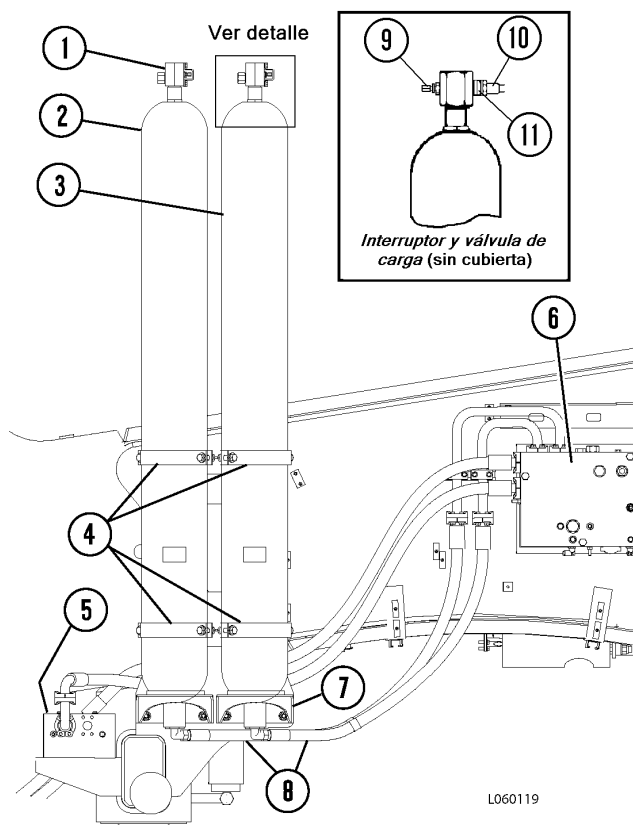

FIGURA 6-17. ACUMULADORES DE DIRECCIÓN
- Desmonte el tapón de purga (12, Figura 6-17) en el conjunto del puerto hidráulico. Utilice una llave para tuercas para desmontar el anillo de fijación (10) del conjunto del puerto hidráulico. Utilice una llave ajustable en las caras planas
- Para evitar torceduras en el vástago de la válvula de vejiga, asegure las caras planas del vástago con una llave adecuada. Desmonte el múltiple de la válvula de gas (14, Figura 6-17) y luego la tuerca (5) mientras sigue sujetando el vástago.
11. Instale la tapa de la válvula de carga (1) y apriétela con los dedos. Instale la cubierta de la válvula de carga y apriete los tornillos a **40 N·m (25 ft lb)**.
12. Instale O-rings nuevos (16, Figura 6-17) en el múltiple de la válvula de gas (14). Sostenga el vástago de la válvula de vejiga con una llave e instale el múltiple (14) firmemente.
13. Mientras sostiene el conjunto del puerto hidráulico (2) por el extremo roscado, inserte el extremo del cabezal móvil en el puerto de líquido de la carcasa y coloque todo el conjunto dentro de la carcasa.
14. Doble el anillo antiextrusión (3) para poder insertarlo en la carcasa. Luego de sacar el anillo de la abertura del puerto de líquido, colóquelo en el conjunto del puerto hidráulico con la brida de acero hacia el puerto de líquido de la carcasa.
17. Instale la arandela metálica (6) de respaldo del O-ring sobre el conjunto del puerto hidráulico y empújela en el puerto de líquido de la carcasa para asentarla en el anillo antiextrusión.
18. Instale el O-ring (7) sobre el conjunto del puerto hidráulico y empújelo en el puerto del líquido de la carcasa hasta que quede asentado conrea la arandela metálica (6) de respaldo del O-ring. Asegúrese de que el O-ring no esté torcido.
19. Instale el respaldo del O-ring (8) sobre el conjunto del puerto hidráulico y empújelo hacia